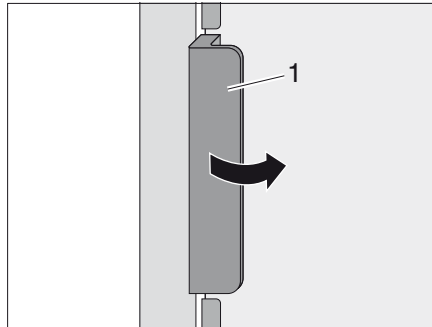
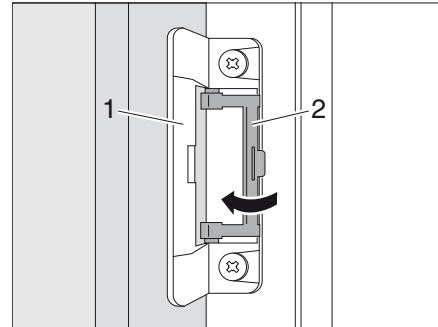

Bild 344 Öppna kylskåpsdörren
Bild 345 Låsa i ventilationsläge
**Öppna:** ■ Öppna kylskåpsdörren med handtaget (Bild 344,1). Låset (Bild 345,1) lossas automatiskt.
■ Fäll upp spärren (Bild 345,2).